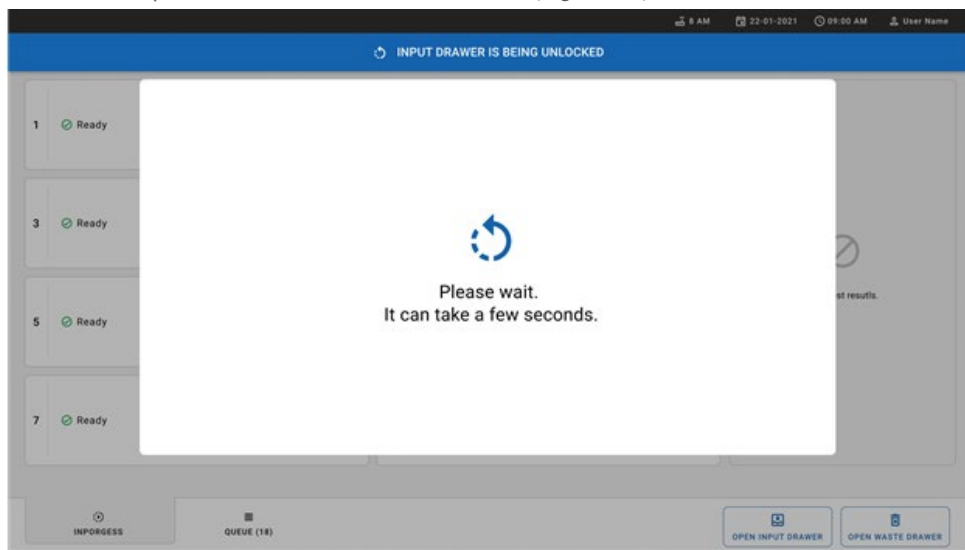

Figure 21. Boîte de dialogue du tiroir d'entrée en attente.
5. Attendez que le tiroir d'entrée soit déverrouillé (Figure 21).